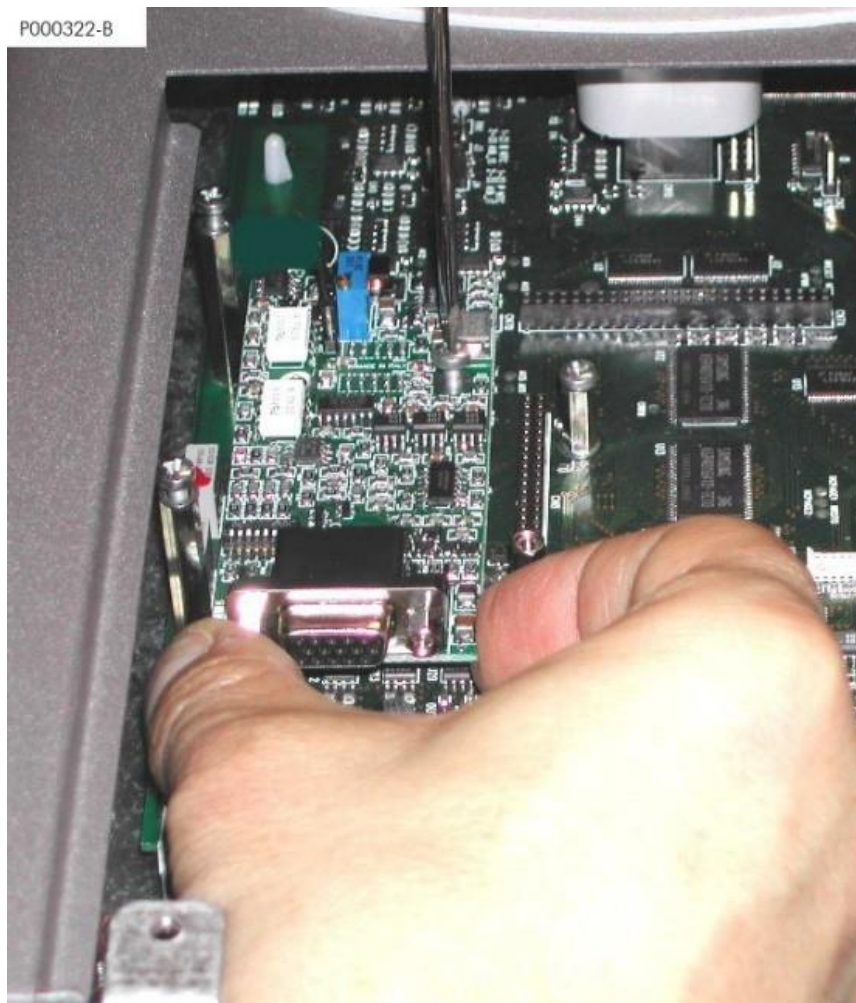

Figura 78: Fissaggio della scheda ES860 entro l'inverter
4. Inserire la scheda nello slot A facendo attenzione ad allineare correttamente il pettine dei contatti con i due connettori dello slot. Se la scheda è correttamente installata si ha l'allineamento tra i tre fori di fissaggio e le corrispondenti sedi delle viti delle colonnette metalliche di supporto. Dopo aver controllato il corretto allineamento serrare le tre viti di fissaggio della scheda come mostrato nella Figura 78.